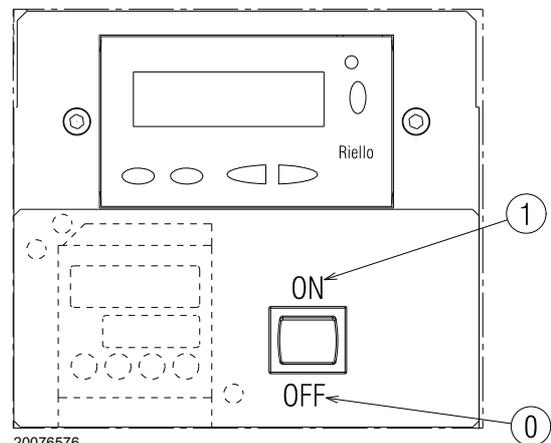

Abb. 28
Schließen Sie die Thermostate/Druckwächter und stellen Sie den Schalter aus Abb. 28 auf "1/EIN".
- Stellen Sie den Schalter aus Abb. 28 auf "0/AUS" und warten Sie, bis das Steuergerät die Abschaltphase ausführt;